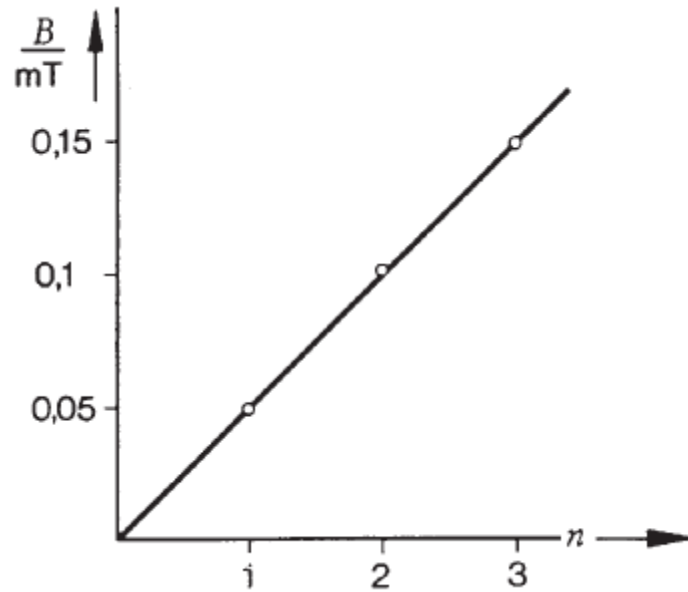

Figure. 12 : Densité de flux magnétique au centre d'une boucle à n spires, en fonction du nombre de spires (rayon 6 cm, courant 5 A).
- La droite de régression pour les valeurs mesurées de la Fig. 12 donne pour n une pente :